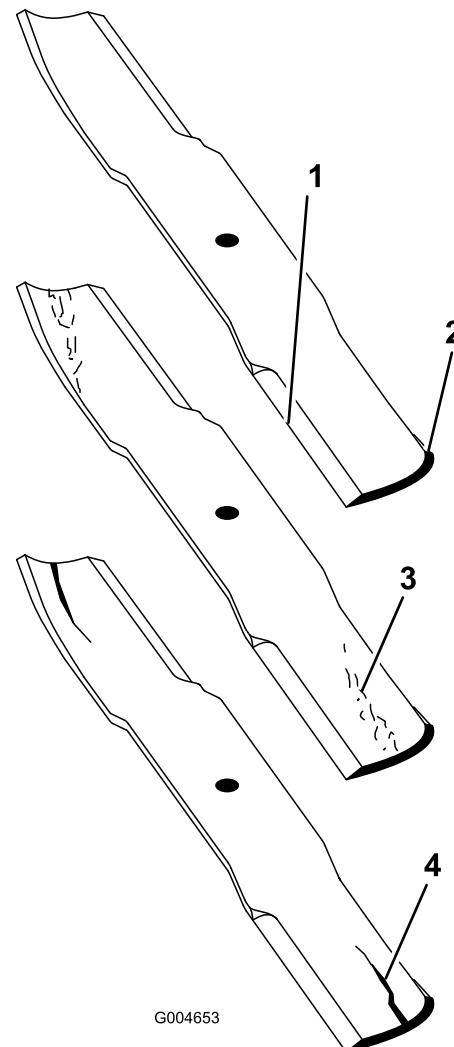

Figura 30
- Examine cuidadosamente los extremos de corte de la cuchilla, sobre todo en el punto de reunión entre la parte plana y la parte curva de la cuchilla (Figura 30).
Nota: Puesto que la arena y cualquier material abrasivo pueden desgastar el metal que conecta las partes curva y plana de la cuchilla, compruebe la cuchilla antes de utilizar el cortacésped. Si se aprecia desgaste (Figura 30), cambie la cuchilla.